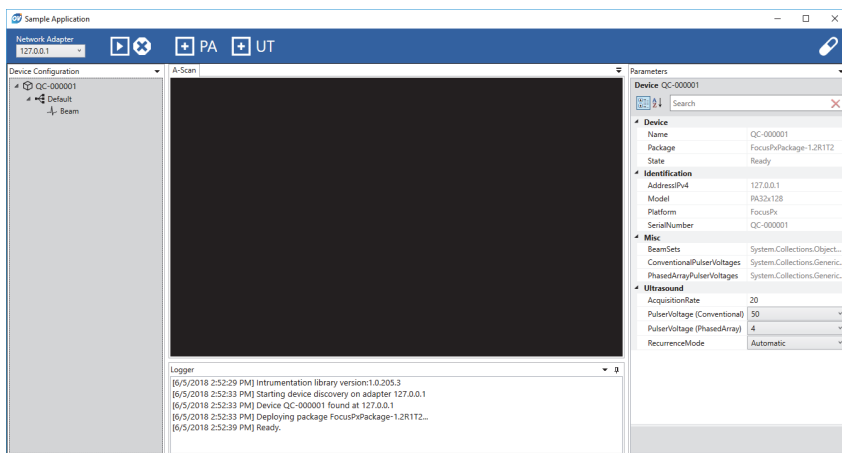
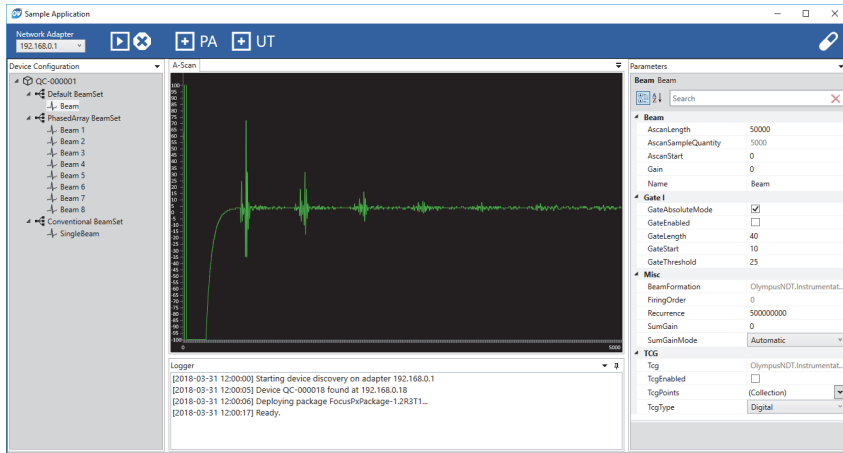

图 3-1 样本应用程序的 SDK 主窗口（示例 1）
图 3-3 样本应用程序的 SDK 主窗口（示例 3）
**SampleApplication.NET.exe** 程序将 OpenView SDK 的主要功能整合到简单的用户界面中（参见第 12 页的图 3-1 到第 13 页的图 3-3 中的示例）。